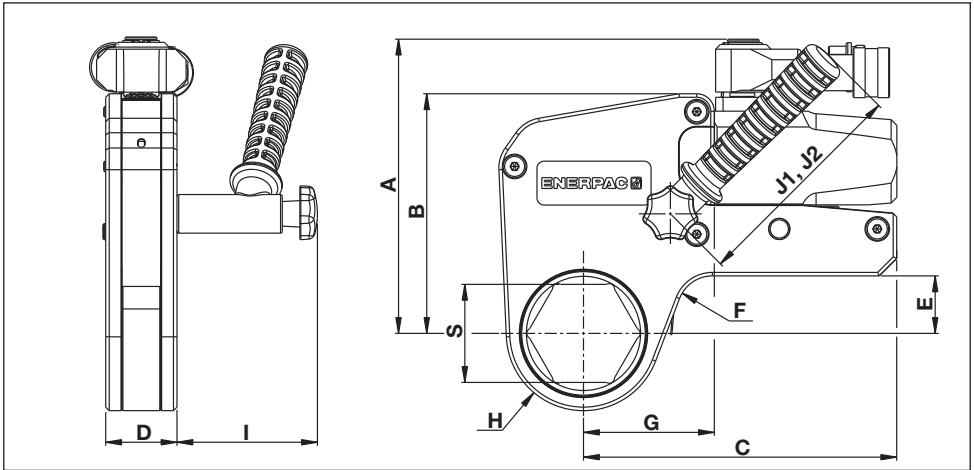

Abb. 22
6.1 Kapazitäten, Abmessungen und zusätzliche Produktdaten (Abb. 22)
(Für die Positionen der Abmessungen S, H und G siehe Abb. 22)
6.2.2 Tabelle (Metrisches System) - Kassetten der Serie W15000X (Für die Positionen der Abmessungen S, H und G siehe Abb. 22)